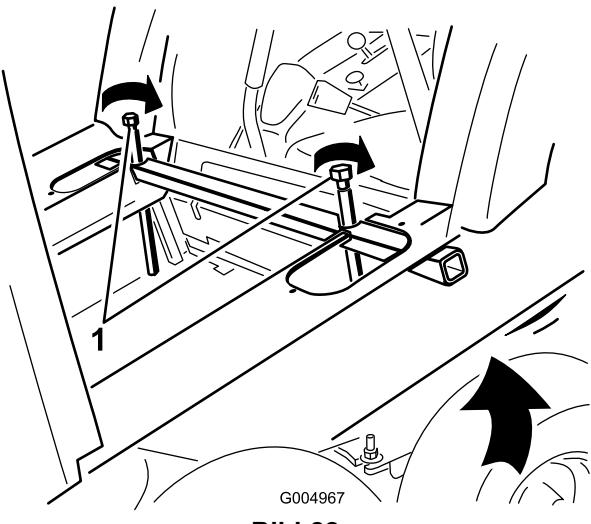

Bild 82
34. Heben Sie das Heck der Kabine auf eine Höhe an, auf der sie die Rückenlehne des Sitzes nicht berührt. Ziehen Sie die Wagenheberschrauben hierfür langsam und gleichmäßig an jeder Seite des Wagenheberrohrs an (Bild 82).